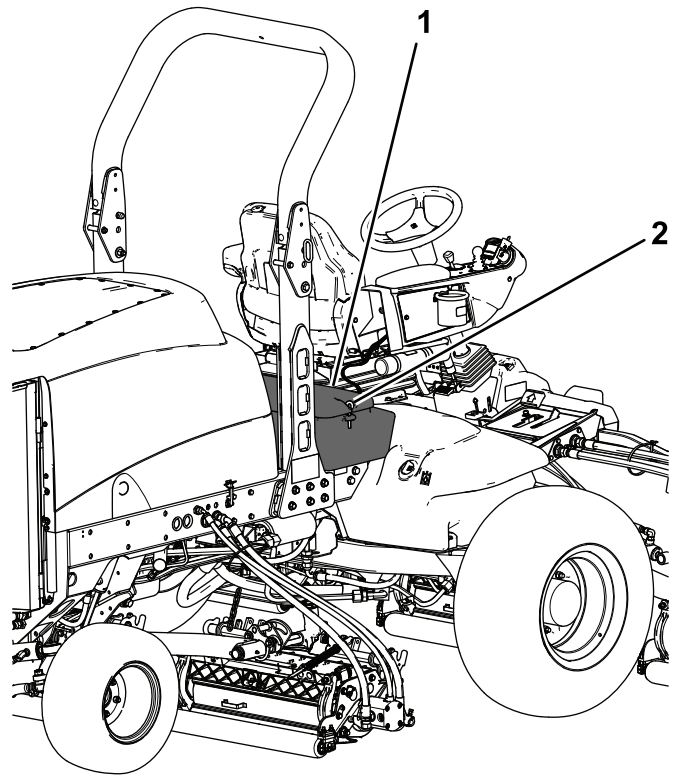

Bild 83
2. Entriegeln und heben Sie die Abdeckung der Bedienerkonsole hoch (Bild 83).